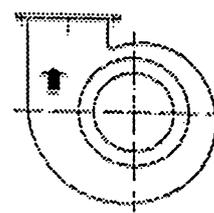

Fig 8
- Verifiez que le sens de rotation du ventilateur correspond à celui indiqué sur la parte rotor (voir fig.8)
- Vérifiez régulièrement, au moins un fois au début de chaque saison d'utilisation, le sens de rotation de l'unité de ventilation comme il est montré par le flèche sur le ventilateur (voir fig. 8).